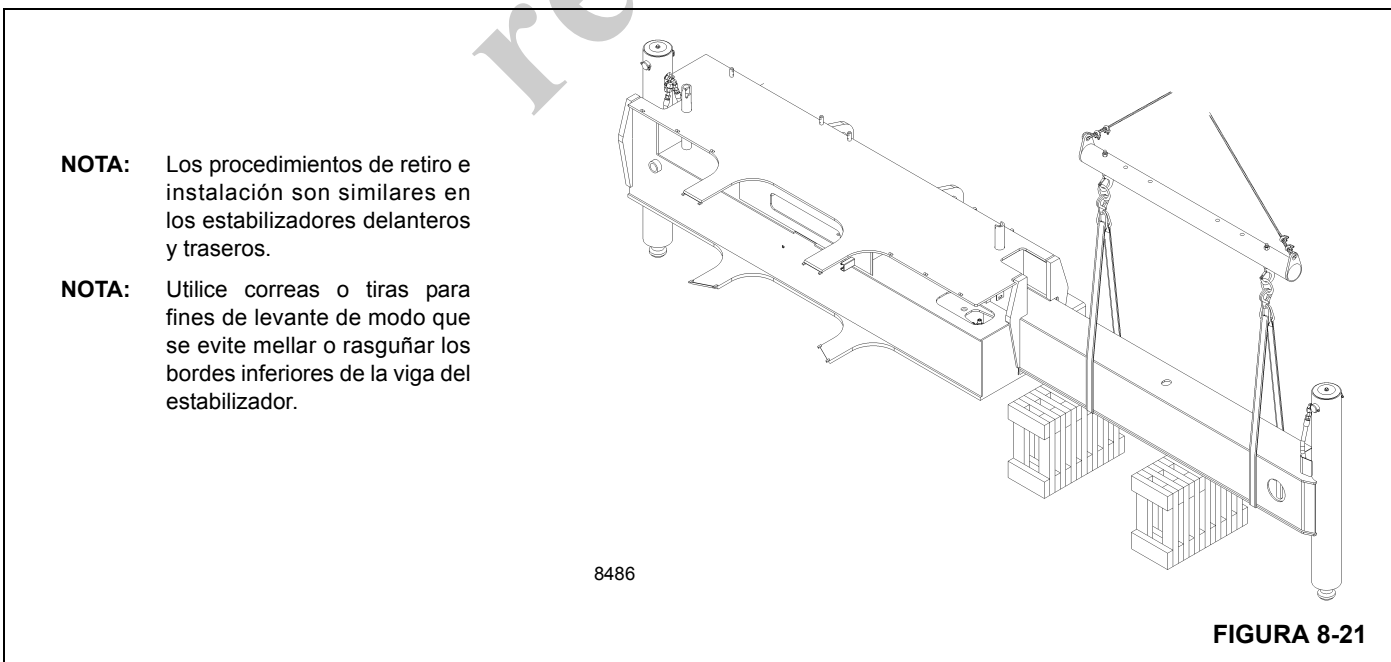

FIGURA 8-21
NOTA: Utilice correas o tiras para fines de levante de modo que se evite mellar o rasguñar los bordes inferiores de la viga del estabilizador ((Figura 8-21)).
8. Después de fijar un dispositivo de levante adecuado con tiras o correas (Figura 8-21) en lugar de cadenas para evitar melladuras en los bordes inferiores de la viga de estabilizador, saque la viga de la caja, reajustando el equipo de levante para evitar que el cilindro de extensión se salga de la viga cuando ésta queda libre de la caja del estabilizador.